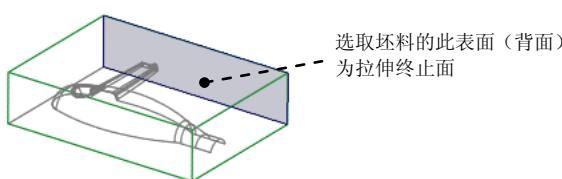

图 8.22 选取拉伸终止面
(4) 设置深度选项。
- ① 在操控板中选取深度类型 （到选定的）。
- ② 将模型调整到图 8.22 所示的视图方位，选取图中所示的坯料表面（背面）为拉伸终止面。
- ③ 在操控板中单击 按钮，完成特征的创建。